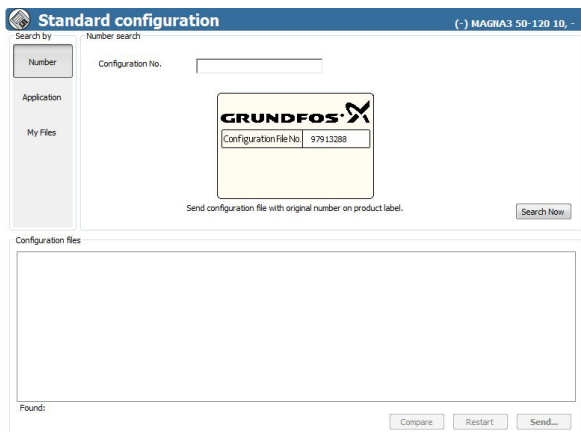

Рис. 35 Выбор файла GSC
10. Нажмите [Browse] (отобразить), чтобы создать список файлов GSC. См. рис. 35.